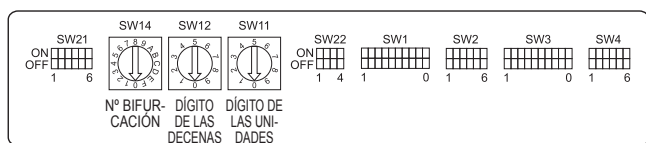

Fig. 4-9
③ Mando a distancia inalámbrico (al instalar el receptor de señales inalámbricas)
4.5. Configuración de las direcciones (Fig. 4-9)